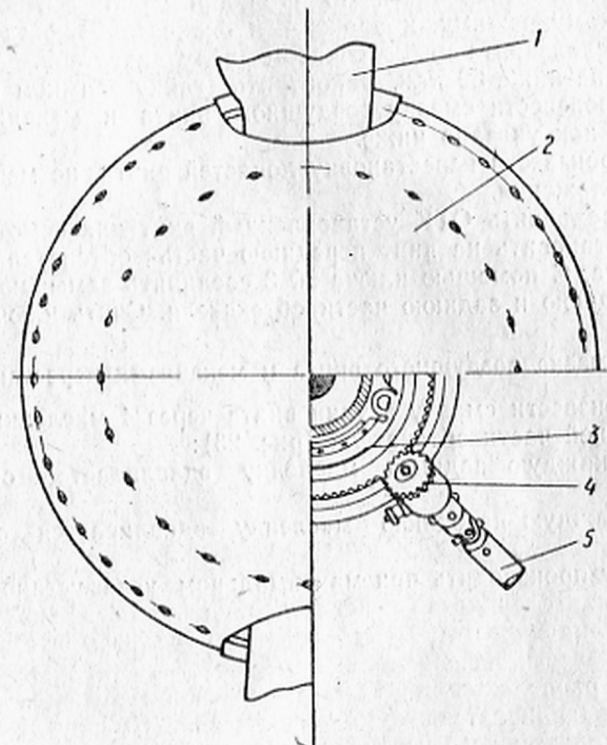

Рис. 22. Положение ведущего вала электромеханизма перестановки при монтаже:
4. Установить в правильное положение подшипник ведущего вала механизма перестановки винта (рис. 22).